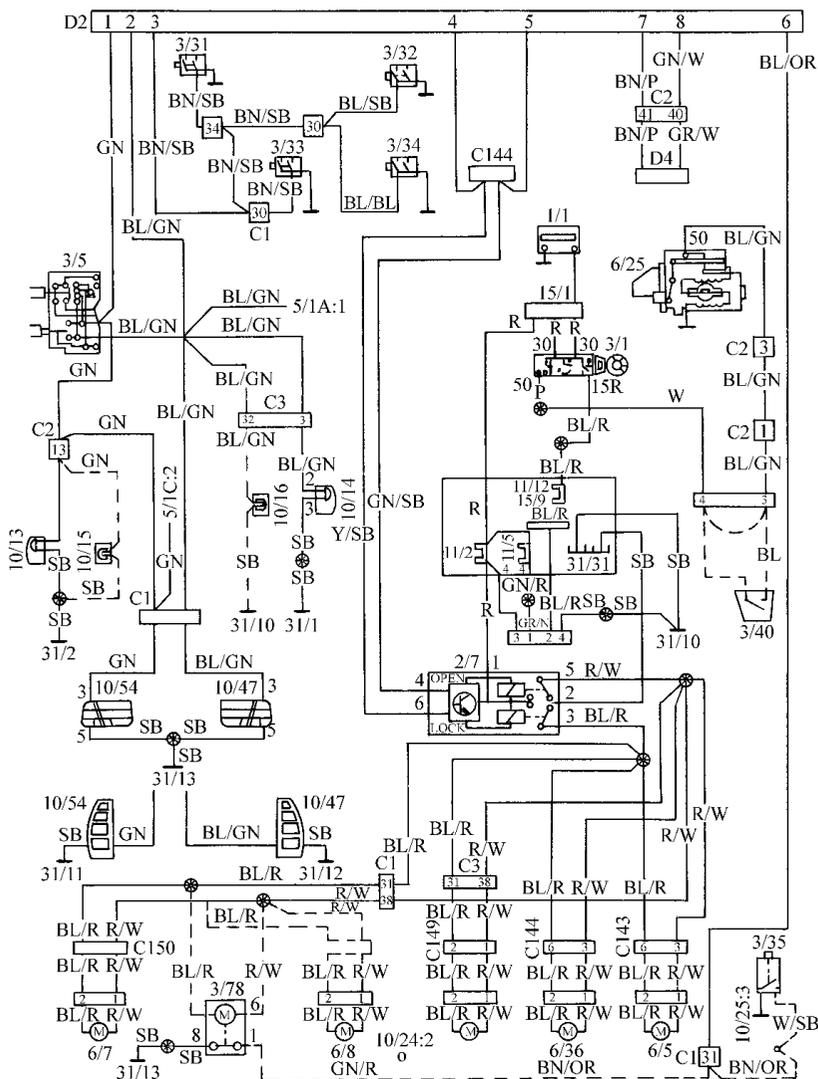
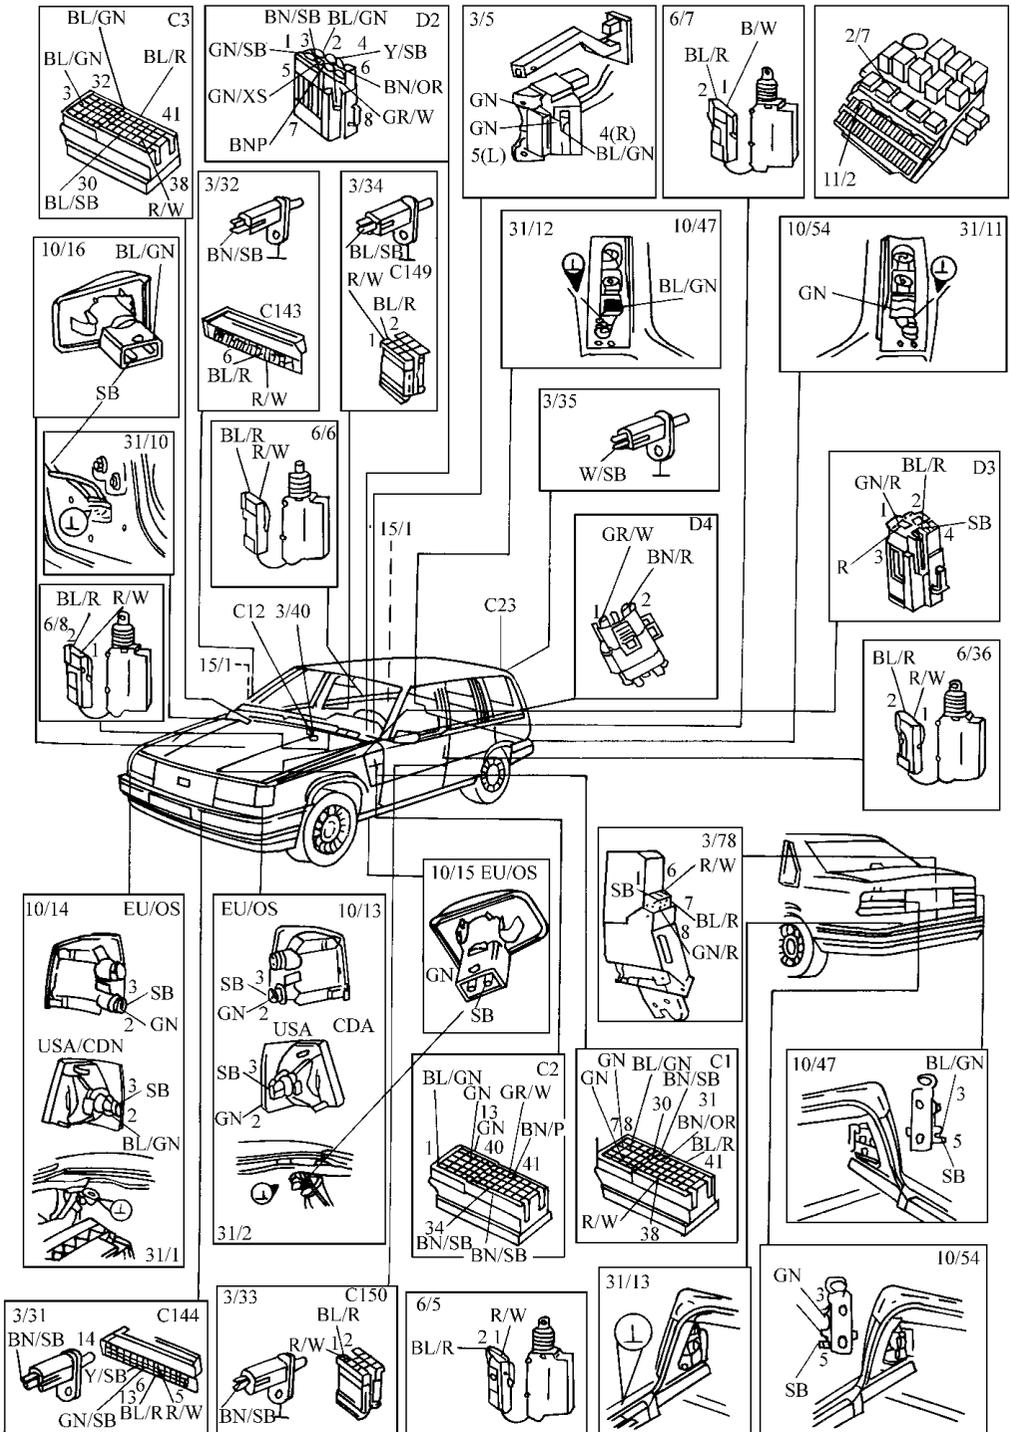

图 8-9 沃尔沃 740 中央门锁与防盗系统电路
图 8-10 沃尔沃 740 中央门锁与防盗系统部件位置
(1) 沃尔沃 740 中央门锁与防盗系统电路如图 8-9 所示, 部件位置如图 8-10 所示。
(图注见图 8-9)